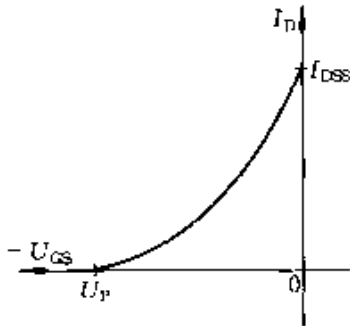
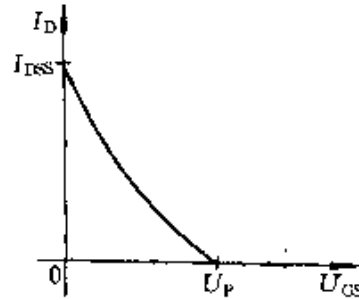

图 2-230
图 2-231
② 夹断电压 U_P 是指结型或耗尽型绝缘栅场效应管中,使漏源间刚截止时的栅极电压。图 2-230 所示为 N 沟道管的 $U_{GS}-I_D$ 曲线,可明确看出 I_{DSS} 和 U_P 的意义。图 2-231 所示为 P 沟道管的 $U_{GS}-I_D$ 曲线。